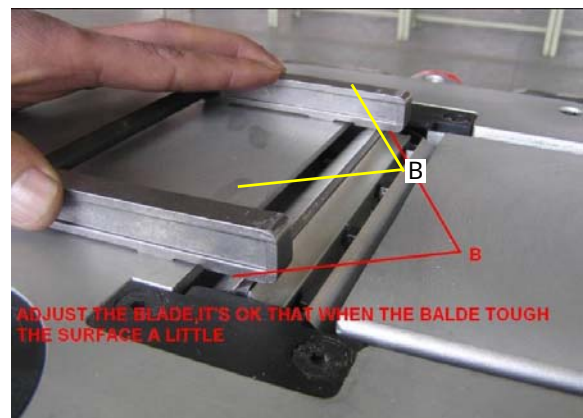

Fig.33: Colocación de las cuchillas cepilladoras en la superficie B
Paso 11: Gire el cabezal de la cepilladora y ajuste la cuchilla a altura de la superficie B (Fig.33)